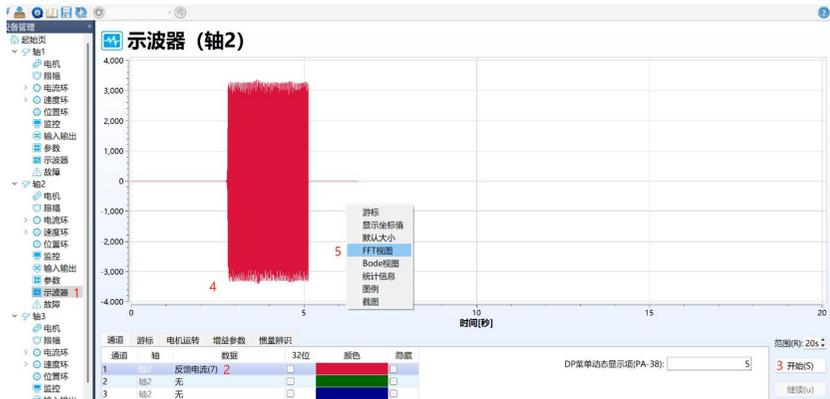

图 5-22 震动电流采集步骤
①按照如下顺序操作，在示波器界面的“通道”栏选择“指令电流”，点击“开始”按钮，界面会出现电流波形，当出现震动时，电流会出现如第“4”步波形，点击“停止”按钮，此时鼠标左键拖动可将波形放大，再右击鼠标弹出第“5”步对话框，选择“FFT 视图”。如下图 5-22。